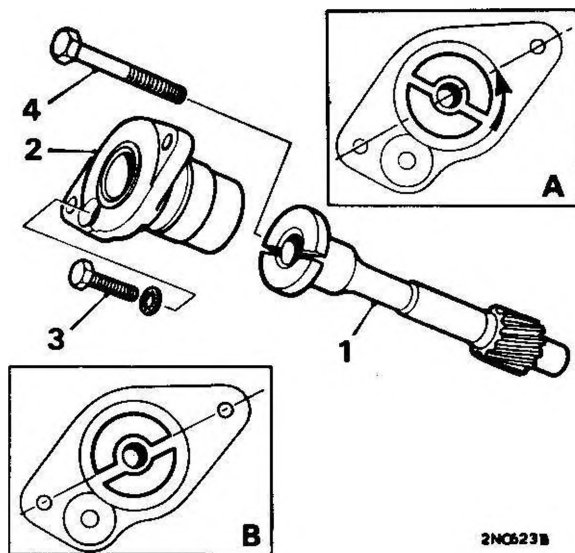

Fig. A.8
- (3) Far ruotare l'albero a gomiti sino a portare lo stantuffo del cilindro N.1 al punto morto superiore, corsa di compressione (ossia, valvole d'aspirazione e scarico del cilindro N. 4 al punto d'incrocio e tacca 1/4 del volano per la messa in fase della distribuzione allineata con la freccia).
- (4) Rimontare l'alberino imboccando il suo pignone in quello dell'albero della distribuzione, im modo tale che il taglio disassato d'innesto, esistente sull'estremità superiore dell'alberino venga a trovarsi più in basso del piano passante per il centro dell'alberino stesso (Fig. A.8). Appena i due pignoni ingranano, l'alberino ruoterà in senso antiorario.
- (5) Riattaccare il distributore (Ved. le Sezioni B.1 e B.2).